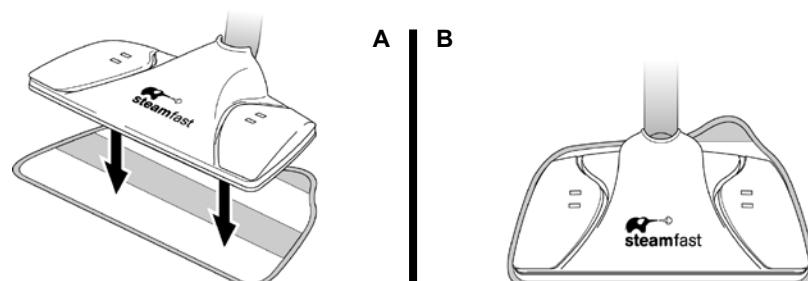

FIGURE 3
- Placez la Tête du balai au-dessus du Tampon en microfibre. Assurez-vous que la Tête du balai est orientée en fonction du tampon, comme illustré, et aussi bien centrée que possible (FIGURE 3-A).
- Pressez fermement la Tête du balai contre le Tampon en microfibre. Les bandes adhérentes se fixeront aux griffes à tampon sous la Tête du balai. Le Tampon en microfibre devrait maintenant être fixé et prêt à l'emploi (FIGURE 3-B).